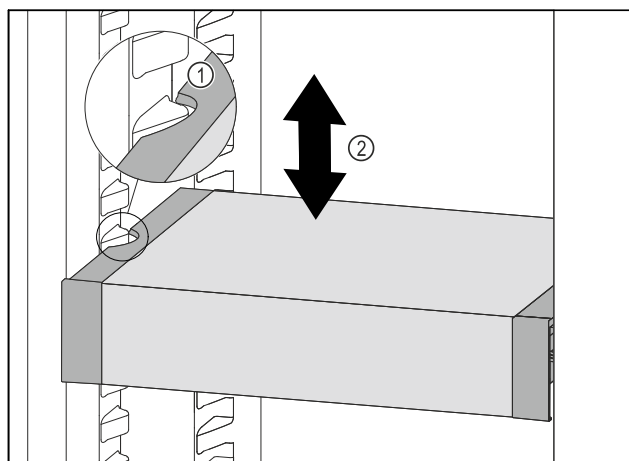

Fig. 154
- VarioSafe vucite prema naprijed sve dok se bočni otvori VarioSafe ladice ne nađu na visini žlijeba spremnika u hladnjaku. Fig. 154 (1)
- Pomičite ladicu VarioSafe u hladnjaku prema gore ili dolje sve dok ne dosegnete željenu visinu. Fig. 154 (2)